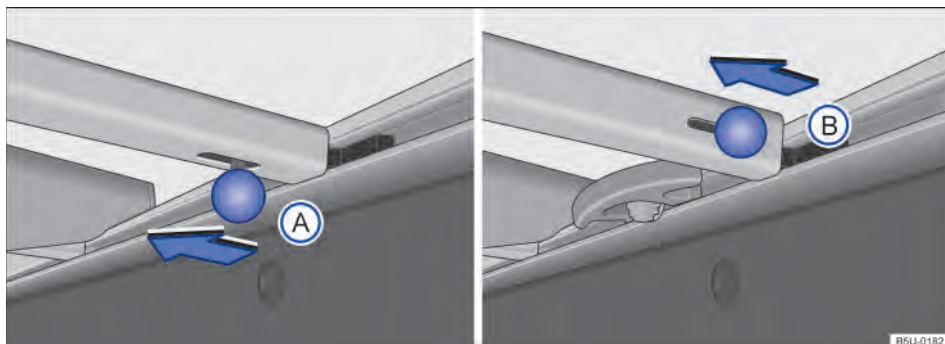
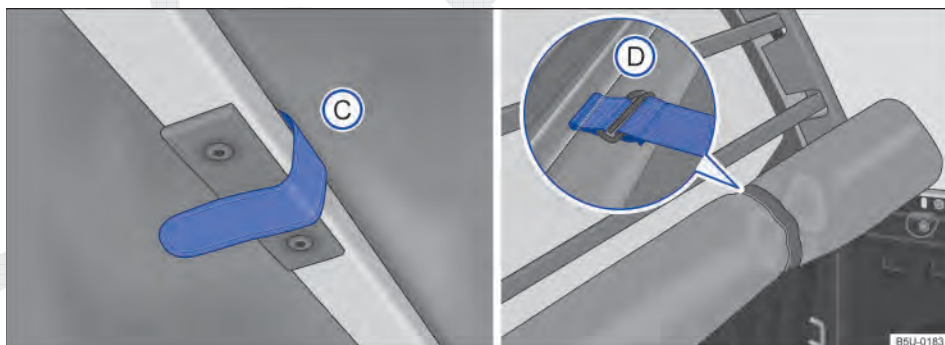

Fig. 34 Travessas no compartimento de carga: **A** veículos com suportes de amarração fixos, **B** veículos com suportes de amarração deslizantes.
Fig. 35 No compartimento de carga: tira de fixação e capota marítima corretamente recolhida.
- Para remover de tipo **A** ou **B**, deslocar o pino de travamento no sentido da seta ⇒ Fig. 34. Para remover a travessa que está próxima ao vidro traseiro, é necessário soltar as tiras de fixação da capota ⇒ Fig. 35 **C**.